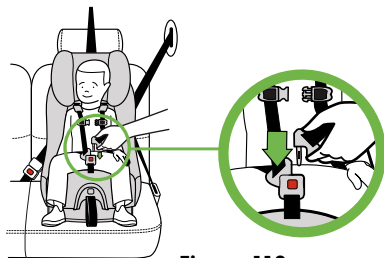

Figure 118
- Insérez les languettes de la boucle dans la boucle, une à la fois, tel qu'illustré dans la **Figure 118**. Un déclic devrait se faire entendre.